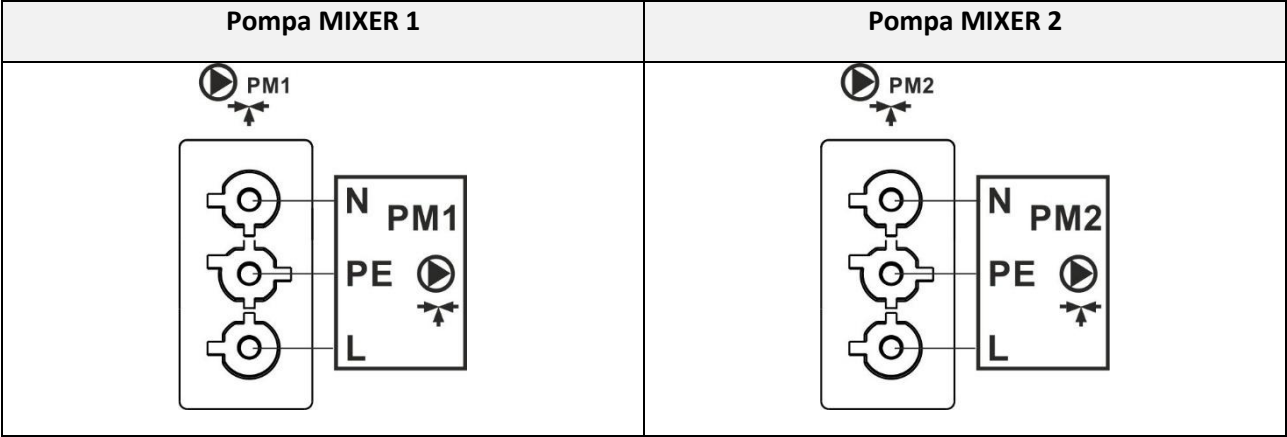

Figura 21. Schema elettrico del collegamento delle pompe MIXER
- Collegare la pompa del MIXER al regolatore tramite il connettore situato sulla parte superiore del quadro (vedi figura 21), secondo la documentazione tecnica del produttore della pompa.